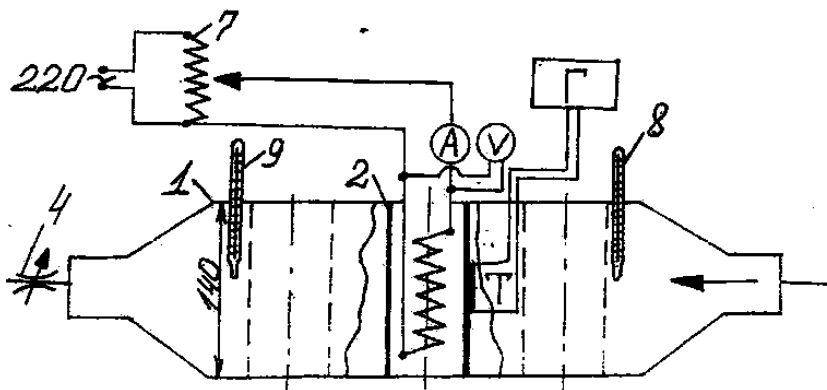

Рисунок 4.1 – Модель теплообменного аппарата
Например, модель теплообменного аппарата (рис. 4.1), состоящего из прямоугольного короба воздуховода (1) и вертикального трубного пучка с шахматным расположением труб. В центре трубного пучка установлен калориметр (2) – тонкостенная латунная трубка с внутренним электронагревателем.